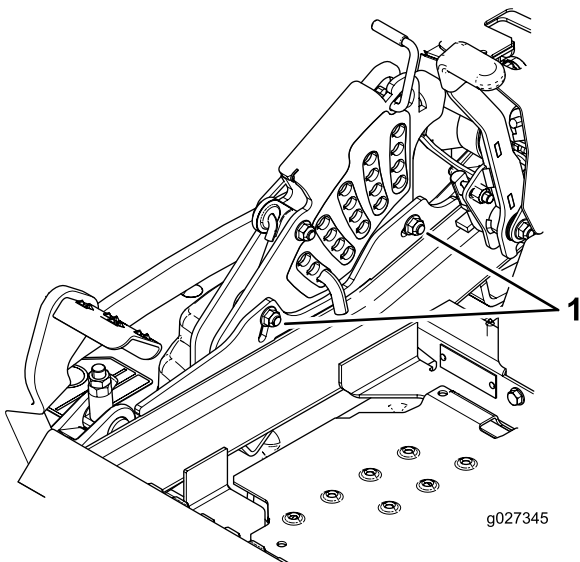

**Bild 87**
9. Drehen Sie die Einstellmutter am Frontmähwerkhub, um eine genaue Einstellung zu erreichen, siehe Bild 87.
15. Drehen Sie die Einstellschraube, um eine Höhe von 8,3 mm zu erhalten (Bild 87).